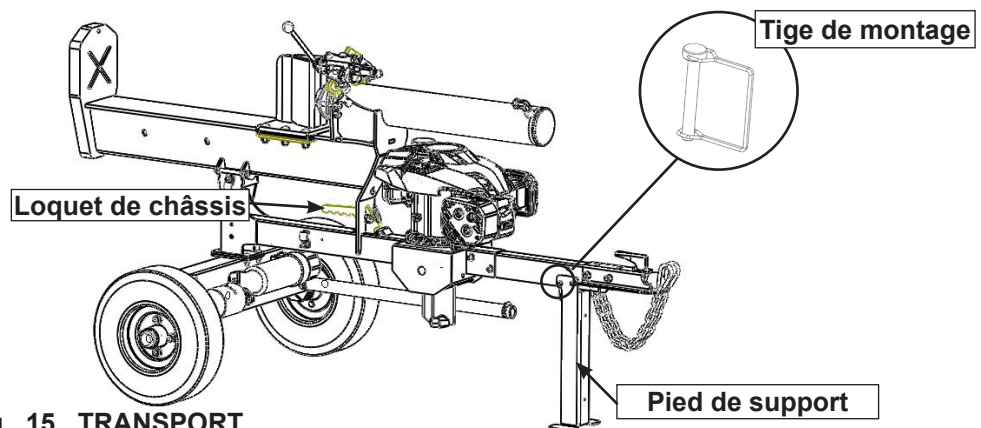

Fig. 15 TRANSPORT
3. Assurez-vous que le loquet du châssis est positionné de façon sécuritaire dans le cas des modèles à châssis pivotants. (Fig. 15)
4. Soulevez et fixez solidement le pied de support du châssis à l'aide de la tige de sécurité avant de déplacer ou de transporter l'équipement. (Fig. 15)